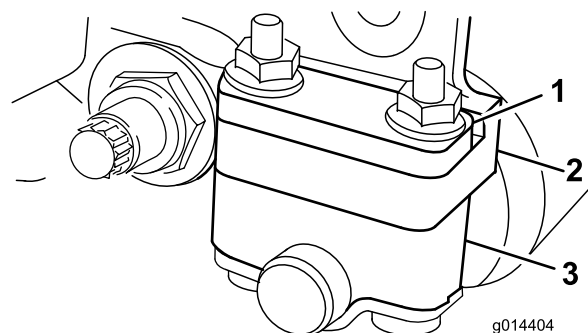
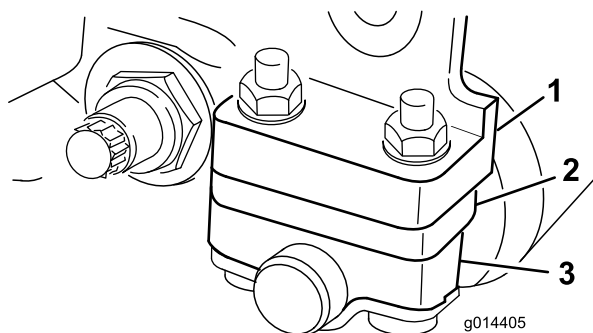

Figura 11
Figura 12
1. Ajuste os suportes do rolo traseiro para a posição baixa ou elevada, dependendo dos limites de altura de corte desejados (Figura 11 ou Figura 12).
Posicione o distanciador acima do flange de montagem da placa lateral (definição de origem) se as definições da altura de corte variarem entre 1,6 e 6,4 mm (Figura 11).
Posicione o distanciador abaixo do flange de montagem da placa lateral se as definições da altura de corte variarem entre 3,2 e 25 mm (Figura 12).